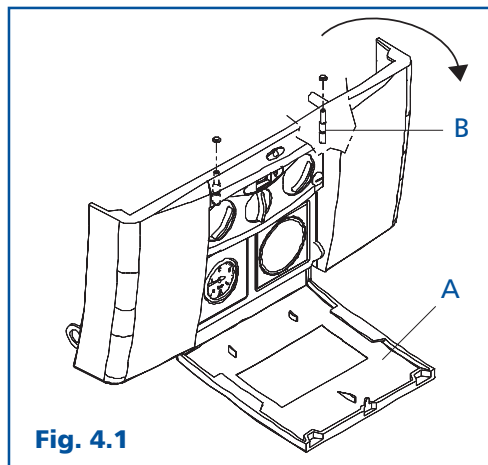

Fig. 4.1
Allacciamento elettrico della caldaia (Fig. 4.1 - 4.2)
- svitare con un cacciavite a taglio le due viti di fissaggio B del cruscotto (fig. 4.1);